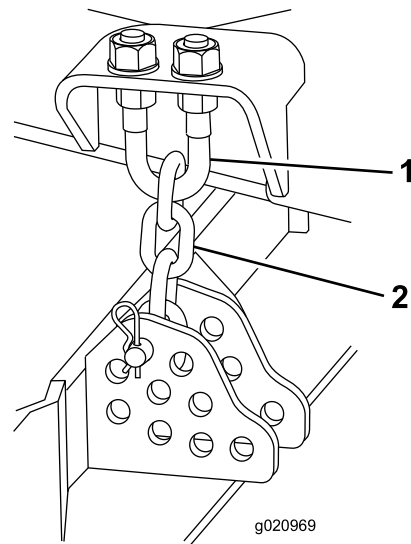

Bild 122
4. Entfernen Sie den Splint und den Lastösenbolzen, mit denen die Schnitthöhenkette an der Rückseite des Mähwerks befestigt ist (**Bild 122**).